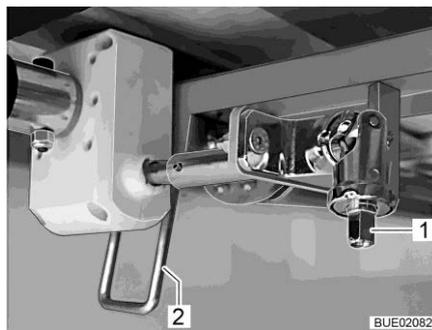

Fig. 137 Réglage en hauteur
- Enfoncer la manivelle sur le tenon (Fig. 137,1).
- Faire pivoter le levier (Fig. 137,2) vers le bas en position verticale.
- Faire pivoter le levier (Fig. 137,2) vers le haut en position horizontale.